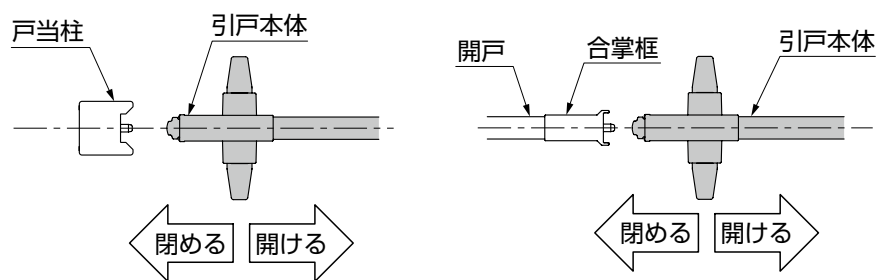

図12-1 引戸本体の納まり確認
①引戸本体を開閉し、戸当柱または、合掌框に引戸本体の戸当框が納まるか確認してください。(図12-1参照)